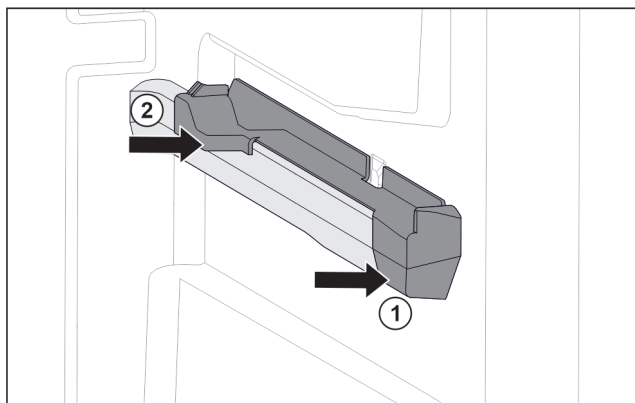

Fig. 104 Elemento inseribile sulla nervatura destra del contenitore
- Posizionare l'elemento inseribile sulla parte anteriore della nervatura del contenitore. Fig. 104 (1)
- Premere l'elemento inseribile sulla parte posteriore. Fig. 104 (2)